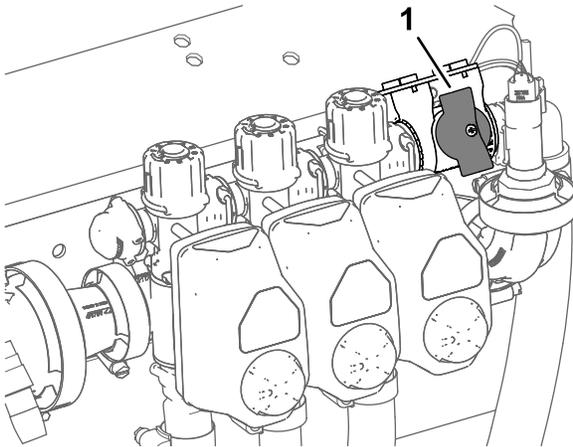

Bild 43
4. Stellen Sie für Maschinen im Dosierungsmodus sicher, dass das Handrad für das Abstellventil des Sicherheitsventil des Abschnitts in der geschlossenen Stellung ist (Bild 43).
5. Stellen Sie für Maschinen im Dosierungsmodus sicher, dass das Abstellventil des Sicherheitsventil des Abschnitts geschlossen ist (Bild 43).